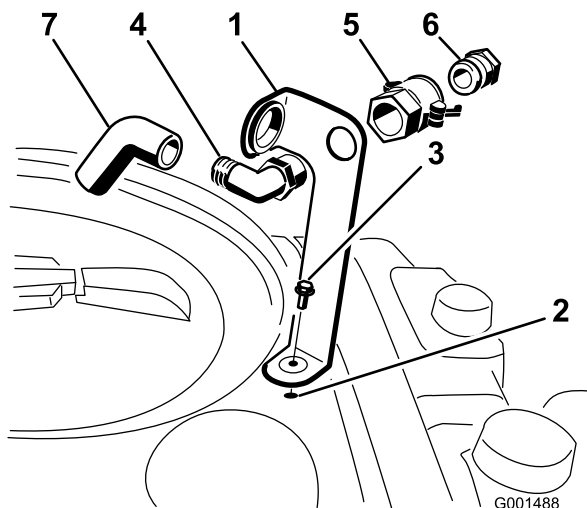

Figure 3
1. Placez le support de prise de remplissage au-dessus du trou fileté de la cuve et fixez-le avec un boulon à embase (5/16 x 3/4 pouce) (Figure 3).
2. Passez l'extrémité filetée du raccord coudé dans le trou du support et vissez-y le raccord rapide pour le fixer au support (Figure 3).
3. Raccordez l'adaptateur de flexible au raccord rapide (Figure 3).
4. Bloquez l'adaptateur en place en basculant les leviers vers l'adaptateur puis en les fixant en position avec les goupilles fendues (Figure 3).
5. Placez le flexible anti-siphonnage dans la grande ouverture du support et sur l'extrémité cannelée du raccord coudé 90 degrés (Figure 3).